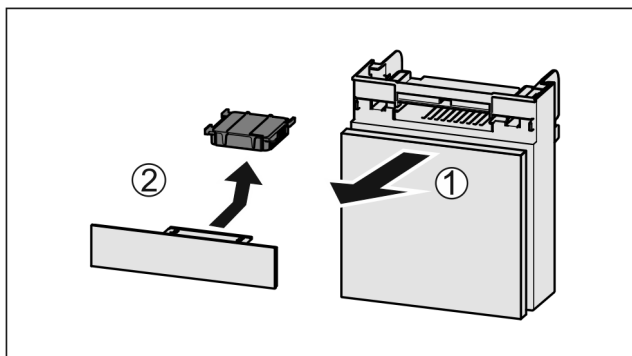

Fig. 206
- Extraire le compartiment par l'avant Fig. 206 (1).
- Sortir le filtre à charbon actif Fig. 206 (2).